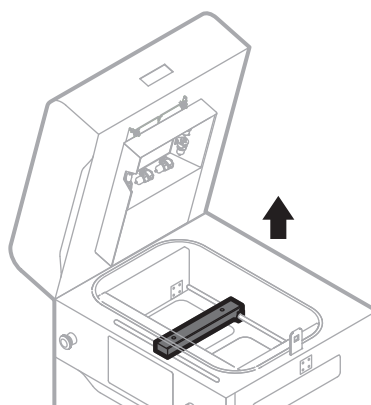

Abb. 2 Entfernen der Abdeckung.
8. Nimm die schwarze Abdeckung gemächlich heraus und leg sie für später weg (Abb. 2).